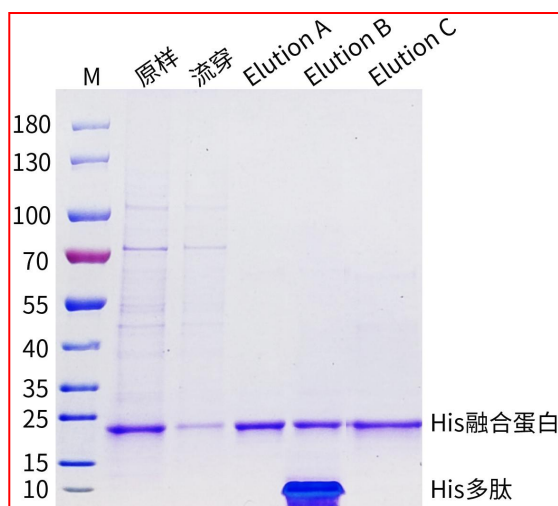

图 2. Magneti-Q Anti-His Beads 纯化分泌蛋白的 SDS-PAGE 电泳图
- e. 对洗脱产物进行 SDS-PAGE 电泳, 结果请见图 2。